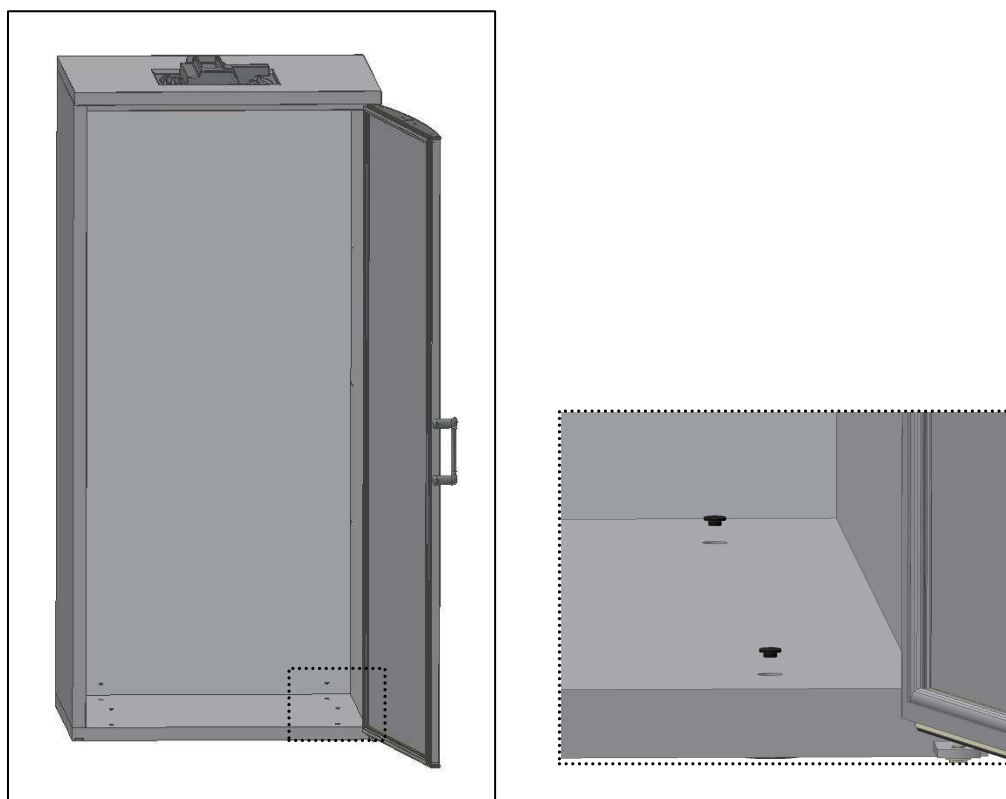

Fig. 11
- Placer **les caches** sur le fond (Fig.11);